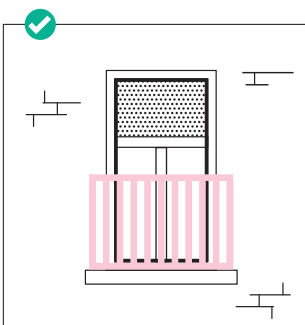

fig. 4
- Eventuele verticale openingen in de borstweringsen zijn kleiner dan 11 cm, zodat kinderen er met hun hoofd niet in kunnen vast raken. fig. 4